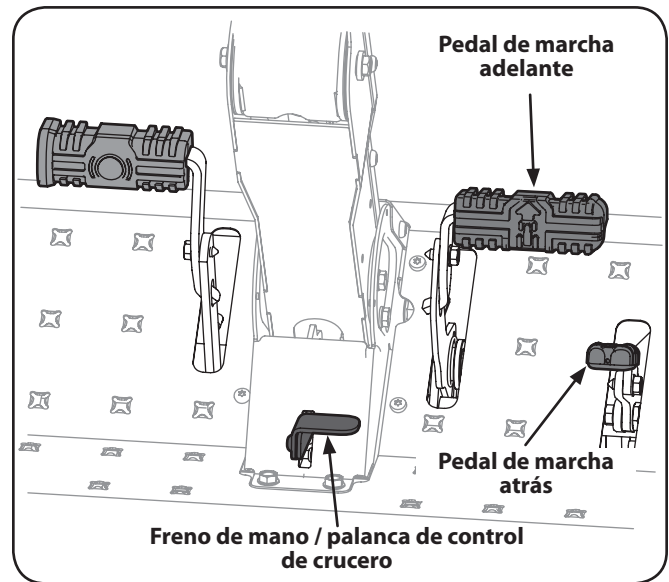

Figura 5-2
2. Para conducir hacia ADELANTE, presione lentamente el pedal de transmisión marcha adelante hasta alcanzar la velocidad deseada. Vea la Figura 5-2.
8. Para conducir marcha atrás, verifique que el área de atrás esté despejada. Luego presione lentamente hacia abajo el pedal de transmisión marcha atrás con la parte anterior de la planta del pie (NO con el talón) hasta alcanzar la velocidad deseada. Vea la Figura 5-2.